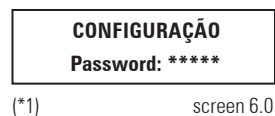

Fig. 51. Ecrã 6.0 «Configuração».
7.3.7. " CONFIGURAÇÃO " (tela de menu 6.0). Ver Fig. 51.